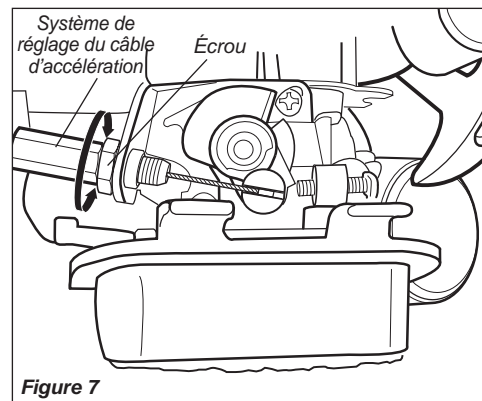

Figure 7
2. Desserrer l'écrou du système de réglage. Voir figure 7.
3. Serrer ou desserrer le système de réglage du câble d'accélération de façon à obtenir un jeu adéquat de 4-6 mm. Voir figure 7.